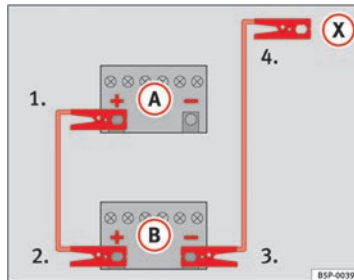

Abb. 159 Anschlussschema für Fahrzeuge ohne Start-Stopp-System.
- Klemmen Sie ein Ende des *roten* Starthilfekabels an den Pluspol  $\oplus$  des Fahrzeugs mit der entladenen Fahrzeugbatterie  $\textcircled{A}$  an  $\Rightarrow$  Abb. 159.
- Klemmen Sie ein Ende des *schwarzen* Starthilfekabels an den Minuspol  $\ominus$  des stromgebenden Fahrzeugs  $\textcircled{B} \Rightarrow$  Abb. 159.